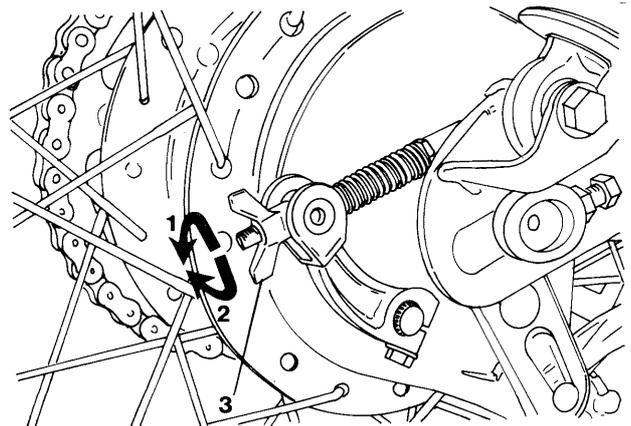

Bild 28 Hinterrad-Bremspedalspiel einstellen
- Zum Einstellen des Spiels den Einsteller drehen (Bild 28).